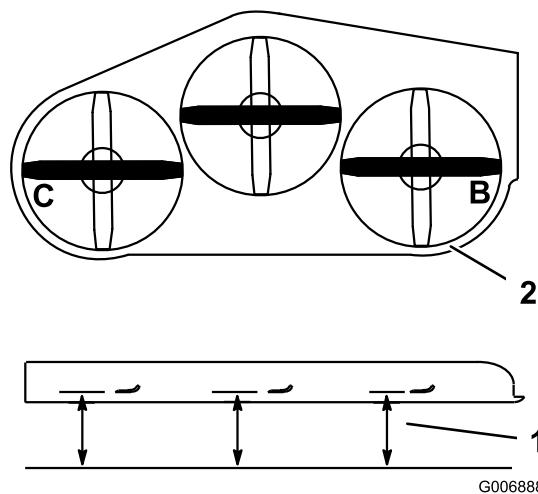

Figure 63
1. Tournez la lame **droite** latéralement (Figure 63).
2. Mesurez la distance au point **B** entre la surface plane et le tranchant de la pointe de la lame droite (Figure 63).
4. Tournez la lame gauche dans le sens transversal (Figure 63).
5. Mesurez la distance au point **C** entre la surface plane et le tranchant de la pointe de la lame gauche (Figure 63).